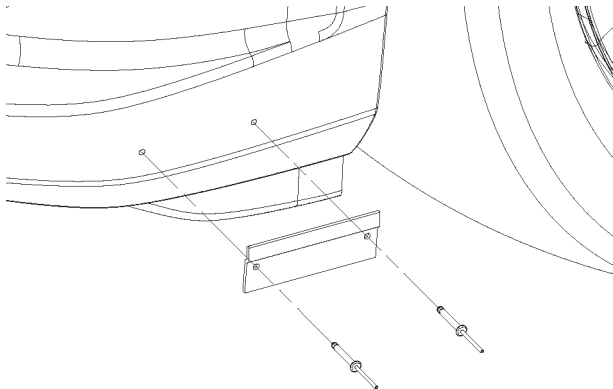

FIGURA 34
8. Asegure la abrazadera al salpicadero con 2 remaches de aluminio. 1 en cada lado. Consulte la figura 34.